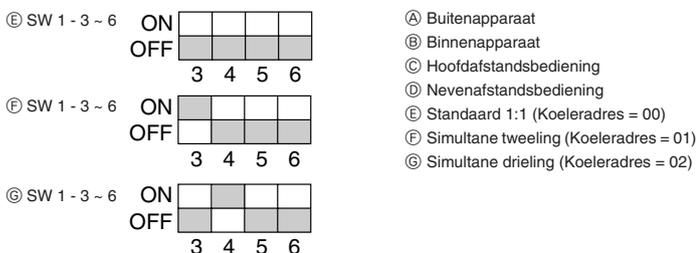

Fig. 10-1
- Zorg ervoor dat de gasafsluitkraan snel wordt gesloten, aangezien het apparaat binnen twee tot drie minuten na het terugwinnen van de koelstof (LED1 en LED2 branden) automatisch stopt. Open als LED1 en LED2 branden en het buitenapparaat stopt de vloeistofafsluitkraan volledig, wacht drie minuten en herhaal vervolgens stap ②.
- ④ Schakel de elektrische voeding uit (stroomonderbreker).
10. Het systeem controleren (Fig. 10-1)